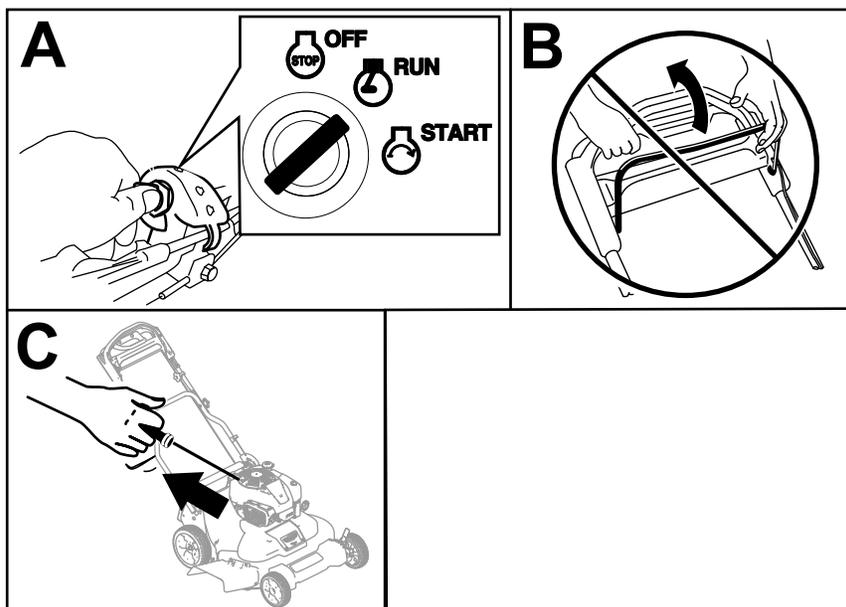

Figure 16
1. Tournez la clé de contact à la position CONTACT (A de Figure 16).
**Important:** N'essayez pas de démarrer le moteur alors que la barre de commande des lames est engagée, au risque de faire griller le fusible (B de Figure 16).
2. Tirez lentement la poignée du lanceur vers l'arrière jusqu'à ce que vous sentiez une résistance, puis tirez vigoureusement (C de Figure 16). Laissez le lanceur se rétracter lentement jusqu'au moteur.